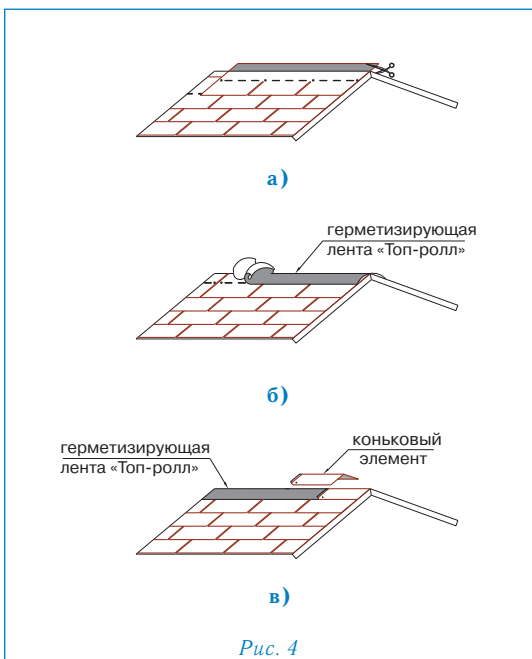

Рис. 4
Конек (рис. 4)
- выступающие части листов обрезаются (рис. 4а);
- линии коньков и ребер герметизируются специальной самоклеящейся лентой «Топ-ролл» (рис. 4б);
- далее устанавливаются внахлест специальные коньковые элементы (направление укладки по преимущественному направлению ветра). Каждый коньковый элемент плотно прижимается к основанию кровли и фиксируется двумя гвоздями из нержавеющей стали длиной 35 мм, которые перекрываются следующим коньковым элементом (рис. 4в).